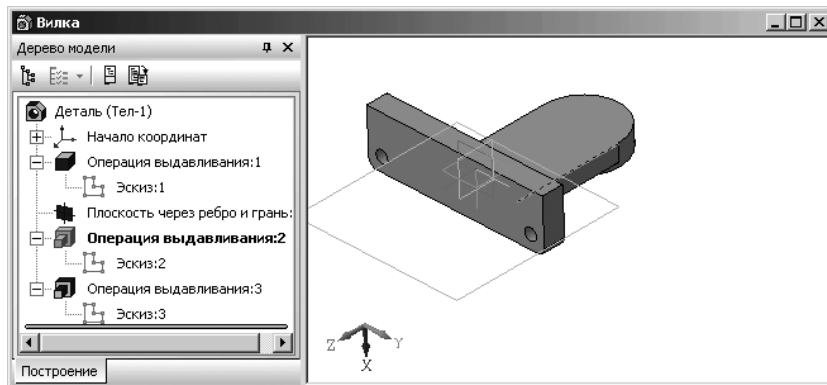

Рис. 3.65. Возможное положение модели после поворота вокруг выделенного ребра
- нажмите левую кнопку мыши в окне модели и, не отпуская ее, перемещайте курсор. Модель будет поворачиваться вокруг выделенного ребра. Направление вращения вокруг ребра зависит от направления перемещения курсора. Возможное положение модели после поворота вокруг выделенного ребра показано на рис. 3.65.